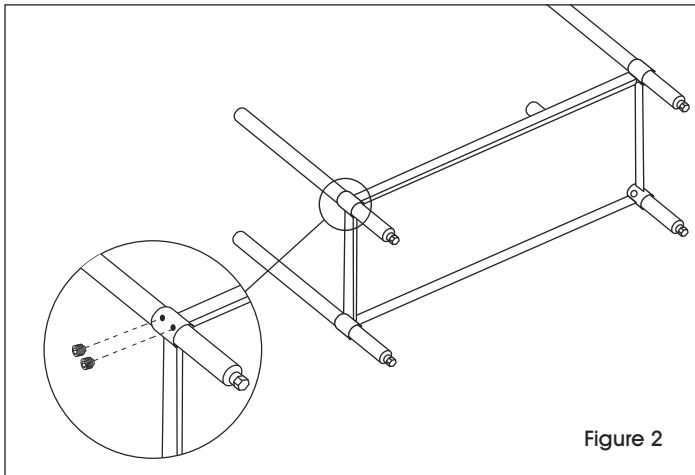

Figure 2
2. Fixez les montants à la tablette inférieure à l'aide des vis de réglage et de la clé Allen de 5/32 po. (Voir Figure 2)